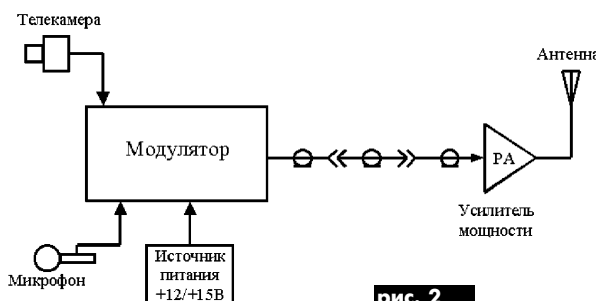

рис. 2
Модуляторы этого типа имеют разнообразное применение. На рис. 2 показан пример использования модулятора в составе системы видеонаблюдения.
- переходная характеристика (рис.2);